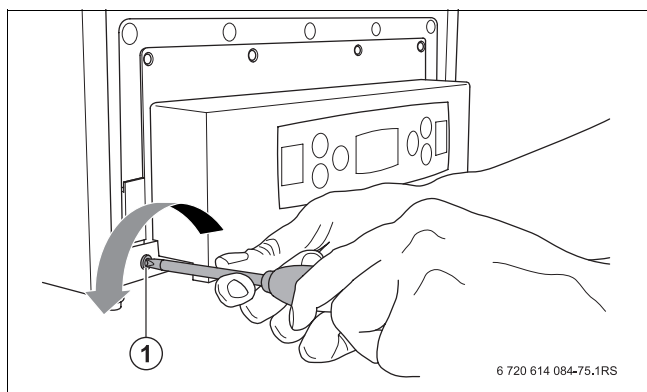

Fig. 78 Demontarea unității de comandă
- ▶ Desfaceți cele două șuruburi (→ fig. 78, [1]) ale unității de comandă.